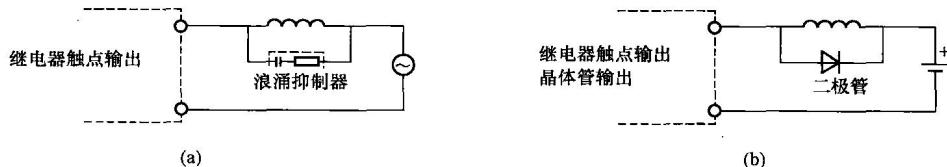

图 1-17 感性负载连接
4) 感性负载的连接。在输出端子上连接感性负载时,应与负载并联连接浪涌抑制器或二极管,如图 1-17 所示。